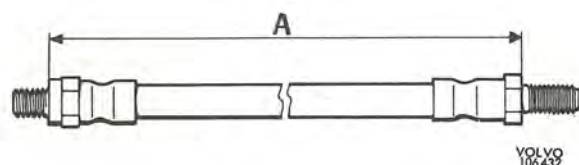

Bild 67. Bakre bromsslang
3. Ta en ny komplett bromsledning, blås ren den invändigt med vattenfri, filtrerad tryckluft och montera den. Se därvid till att bromsledningen får sådant läge att den inte kan ligga och skava under körning. För bromsrör är särskilt viktiga punkter rörens dragning förbi rattaxeln där de inte får ligga närmare än 10 mm. Har röret inte rätt böjning skall detta justeras för hand i omonterat tillstånd. Böjning av fastskruvat rör resulterar ofta i deformationer vid infästningen. De främre bromsslangarna skall ovillkorligen monteras enligt bild 21 och alltid med avlastade länkar. Glöm inte klämmorna. Vid byte av bakre bromsslang observeras att olika längder förekommer, se bild 67.